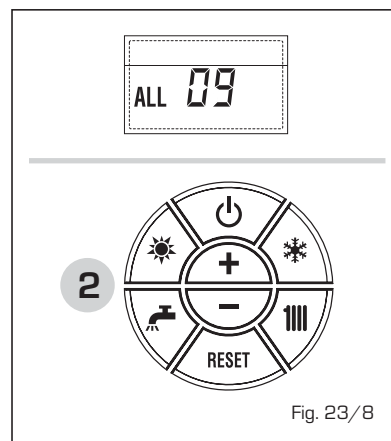

Fig. 23/8
- ANOMALIE SONDE AUXILIAIRE "ALL 10" (fig. 23/9)